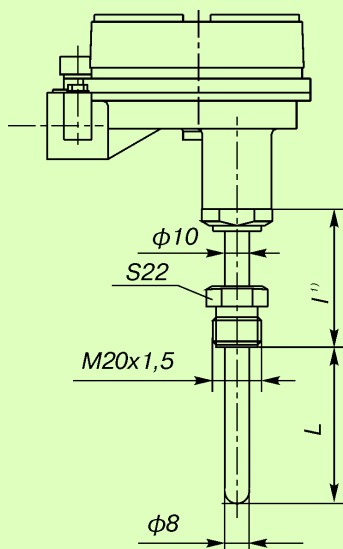

Рис. 24. (ост.см.рис.7), (штыцер подвижный)
- ³⁾ l=120, 160, 200 мм (см. ссылку ¹⁾) для ТХАУ Метран-271-Exd по рис.24.
l=80 мм для ТСМУ Метран-274-Exd, ТСПУ Метран-276-Exd по рис.24.
24¹⁾ по рис.24